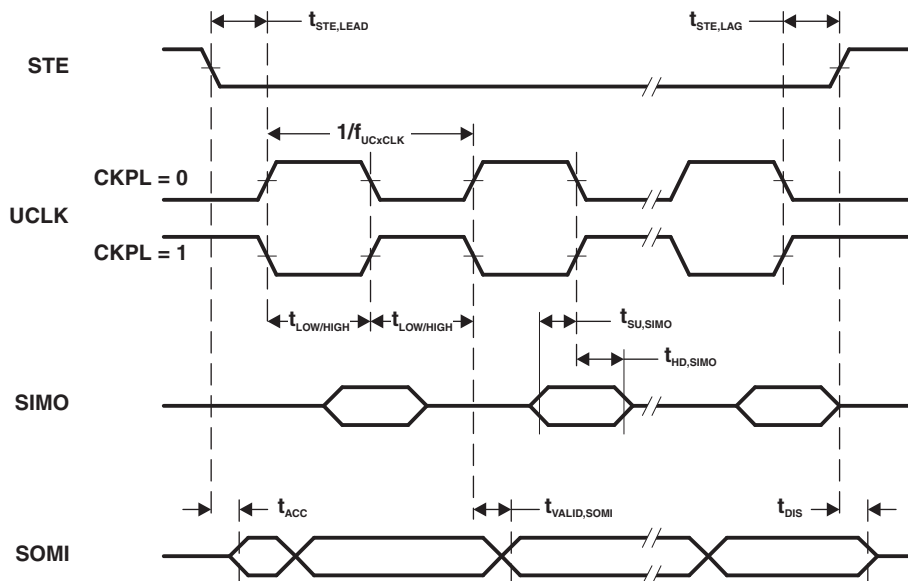

Figure 5-12. SPI 受控模式，CKPH = 0
(2) 指定输出更改 UCLK 时钟边沿后将下一有效数据驱动到 SOMI 输出的时间。请参见 Figure 5-12 和 Figure 5-13 中的时序图。
(3) 指定输出更改 UCLK 脉冲边沿后 SOMI 输出上的数据的有效时长。请参见 Figure 5-12 和 Figure 5-13 中的时序图。